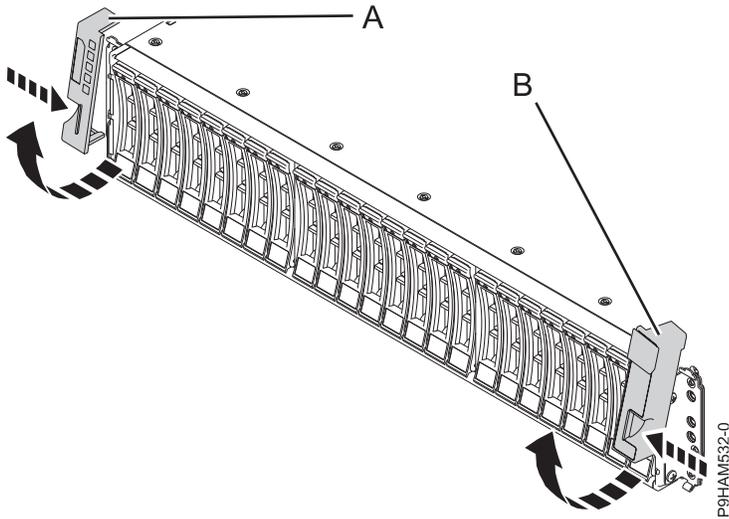

Figure 18. Retrait des capots latéraux
2. Retirez le capot latéral gauche (A) et le capot latéral droit (B) de manière à voir les crochets de montage.
3. Pincez le taquet de déverrouillage pour faire pivoter le capot vers le haut et l'extraire de la bride du boîtier, comme illustré dans la figure 18.